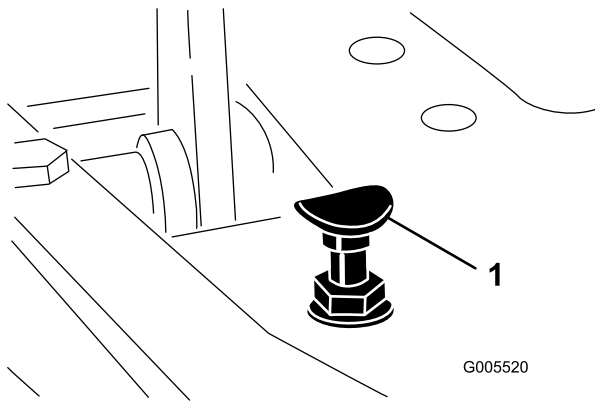

Figure 55
Pour obtenir la vitesse de transport maximale, placez le sélecteur de fonction en position de transport et appuyez sur la pédale de déplacement. Si la pédale touche la butée (Figure 55) avant que la tension soit ressentie sur le câble, un réglage est requis.
1. Placez le sélecteur de fonction à la position de transport et desserrez le contre-écrou de fixation de la butée de pédale au plancher (Figure 55).